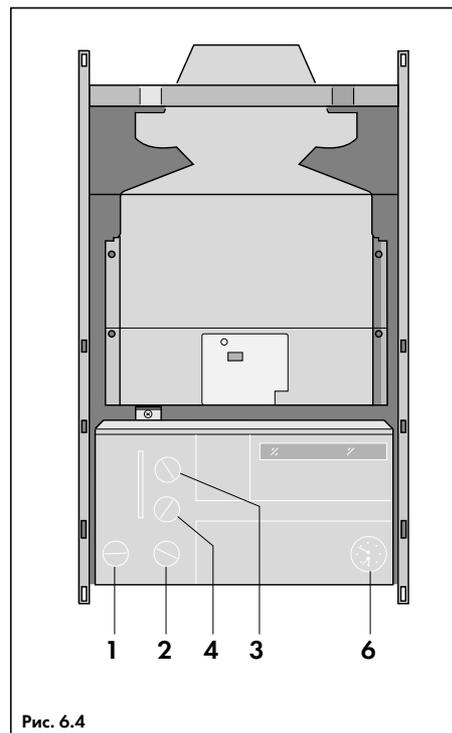
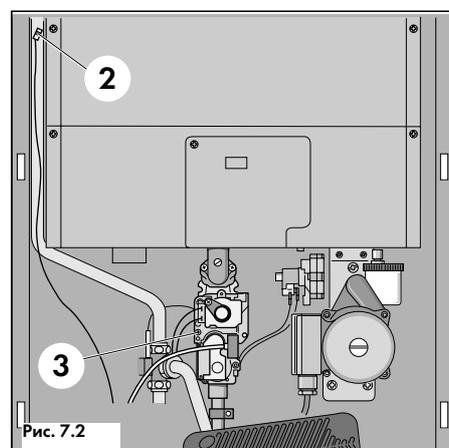
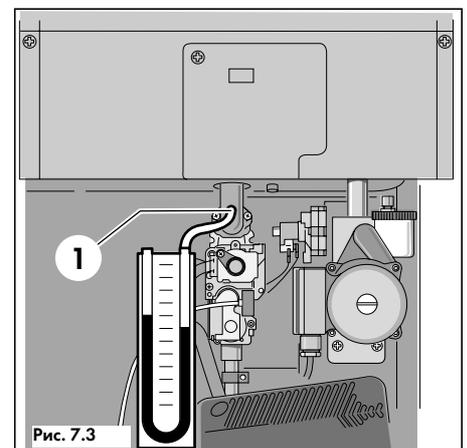

Рис. 6.4
Рис. 7.2
Рис. 7.3
Необходимо провести предписанные нормативными документами испытания газопровода, произвести контроль герметичности всех соединений и продувку газопровода перед первым включением аппарата. Для продувки можно использовать штуцер для измерения давления газа на входе в аппарат (3, рис. 7.2). При этом следует обратить внимание на то, чтобы работала вытяжная вентиляция, погасить открытый огонь, не курить во время продувки. Продувка газового тракта самого аппарата не требуется, т.к. она выполняется автоматически при выполнении программы розжига.
- Эту процедуру повторять на всех радиаторах, пока вся установка не будет заполнена водой и не будут удалены все воздушные пробки, а манометр (6, рис. 6.4) на передней панели котла не будет показывать 1,5 бар;
- Включить электропитание аппарата, повернув главный выключатель котла (1, рис. 6.4) из положения "выкл"  в положение "вкл"  — при этом должен загореться зеленый индикатор  на панели управления;
- Переключатель режимов работы аппарата (2, рис. 6.4) поставить в положение "Отопление и горячая вода" ;
- Регулятор температуры горячей воды (4, рис. 6.4) установить на максимальную температуру\*, а регулятор температуры подающей линии (3, рис. 6.4) установить в положение "9";
Если попытка зажигания оказалась безуспешной, то на панели управления котла включится красный индикатор "Сбой" (см. рис. 8.1). Как правило, это означает, что нарушена подача газа или же из газопровода не до конца удален воздух. Проверить еще раз подачу газа, после чего переключатель режимов работы (2, рис. 6.4) повернуть в положение "Разблокировать" . Будет предпринята повторная попытка розжига.
- Переключатель режимов работы аппарата (2, рис. 6.4) поставить в положение "Горячая вода" . При этом аппарат должен отключиться;
- Регулятор температуры подающей линии (3, рис. 6.4) установить в желаемое положение согласно главе 9.3;
- Ослабить запорный винт (3, рис. 7.2);
- Подключить манометр к штуцеру (3, рис. 7.2). (Рекомендуется применение U-образного манометра с разрешением не хуже 0,1 мбар);
- У аппаратов VUW: Регулятор температуры горячей воды (4, рис. 6.4) установить на "9". Полностью открыть краны горячей воды так, чтобы аппарат работал с полной нагрузкой;
- У аппаратов VU: Включить режим "Отопление и горячая вода" . Установить регулятор температуры подающей линии (3, рис. 6.4) на "9". Разъединить разъём датчика NTC (2, рис. 7.2);
- У аппаратов VU: Восстановить разъём датчика NTC (2, рис. 7.2);
- Затянуть запорный винт на штуцере (3, рис. 7.2) и проверить его на герметичность (обмыливанием).
- Открутить запорный винт и присоединить одну трубку U-образного манометра к измерительному штуцеру аппарата (1, рис. 7.3);
Регулятор температуры горячей воды (4, рис. 6.4) установить на "9". Полностью открыть краны горячей воды так, чтобы аппарат работал с полной нагрузкой;
Включить режим "Отопление и горячая вода" . Установить регулятор температуры подающей линии (3, рис. 6.4) на "9". Разъединить разъём датчика NTC (2, рис. 7.2);
- Если корректировка настройки газовой арматуры не требуется, то выключить котел, отсоединить манометр, плотно закрутить винт измерительного штуцера (1, рис. 7.3) и проверить его на герметичность.
У аппаратов VU восстановить соединения датчика NTC (2, рис. 7.2);
Регулятор температуры горячей воды (4, рис. 6.4) установить на "9";
Включить режим "Отопление и горячая вода" . Установить регулятор температуры подающей линии (3, рис. 6.4) на "9".
Разъединить разъём датчика NTC (2, рис. 7.2);
- Выключить котел, отсоединить манометр, плотно закрутить винт измерительного штуцера (1, рис. 7.3) и проверить его на герметичность.
Восстановить соединения датчика NTC (2, рис. 7.2);
- Установить переключатель режимов работы аппарата (2, рис. 6.4) в желаемое положение  или . Установить в желаемое положение регулятор температуры подающей линии (3, рис. 6.4) (См. гл. 9.3).
Установить в желаемое положение регулятор температуры горячей воды (4, рис. 6.4) (См. гл. 9.3).
- Разъединить разъём датчика NTC (2, рис. 7.2);
- Выключить котел, отсоединить манометр, плотно закрутить винт измерительного штуцера (1, рис. 7.3) и проверить его на герметичность. Восстановить соединения датчика NTC (2, рис. 7.2);
- Если корректировка настройки газовой арматуры не требуется, то выключить котел, отсоединить манометр, плотно закрутить винт измерительного штуцера (1, рис. 7.3) и проверить его на герметичность. У аппаратов VU восстановить соединения датчика NTC (2, рис. 7.2);